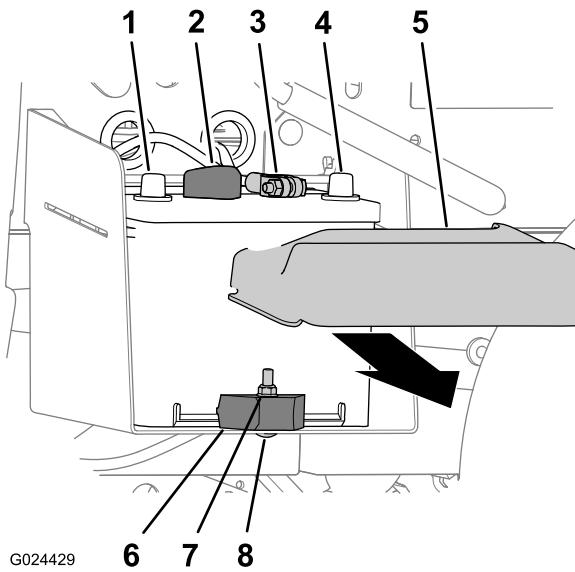

Figura 2
1. Apriete los lados de la tapa de la batería y retire la tapa de la parte superior de la batería (Figura 2).
2. Desconecte el cable negativo de la batería del borne de la batería (Figura 2).
3. Desconecte el cable positivo de la batería del borne de la batería (Figura 2).